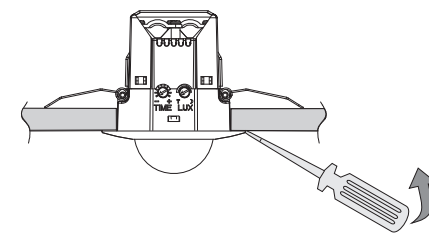

FIG. 4
- Para desmontar el detector del falso techo haga palanca delicadamente usando un destornillador plano y extráigalo hacia abajo. Preste atención los clip de resorte ya que podrían golpear los dedos (fig. 4 y 5).